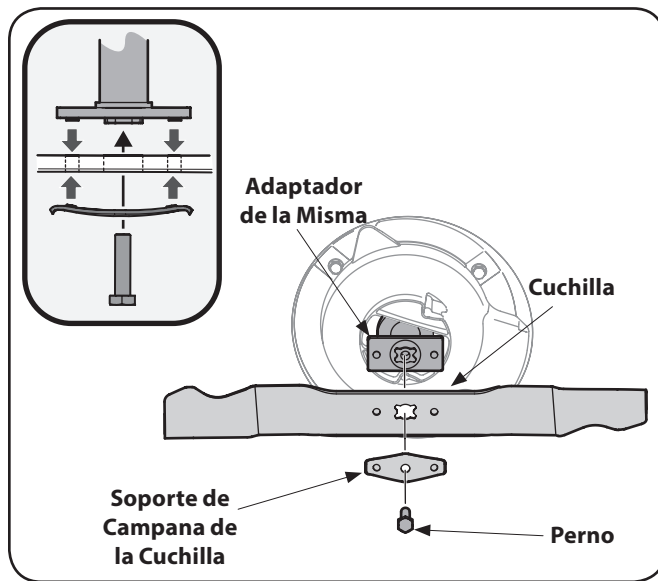

Figura 7-1
2. Saque el perno y el soporte de campana de la cuchilla que sostienen la cuchilla y el adaptador de la misma al cigüeñal del motor, Figura 7-1.
5. Instale la cuchilla con el lado marcado "Bottom" (inferior) o con el número de parte hacia el piso cuando la podadora esté en posición de operación. Asegúrese que la cuchilla quede alineada y asentada en las bridas del adaptador. Vea Figura 7-1 inserción.